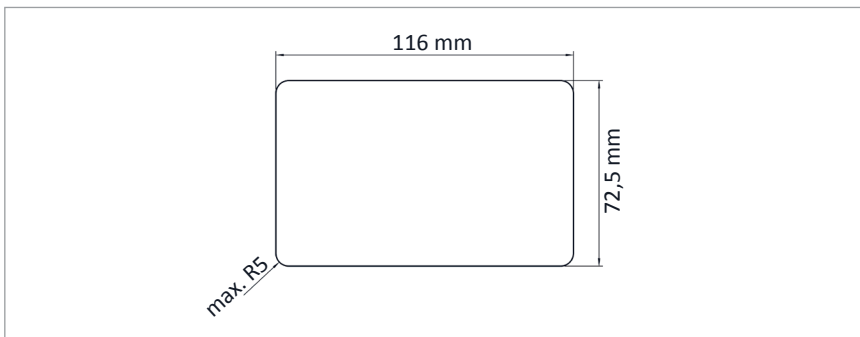

Abb. 7: Erforderliche Maße der Wandöffnung
2. Wandöffnung entsprechend den Maßen in Abbildung 7 herstellen.